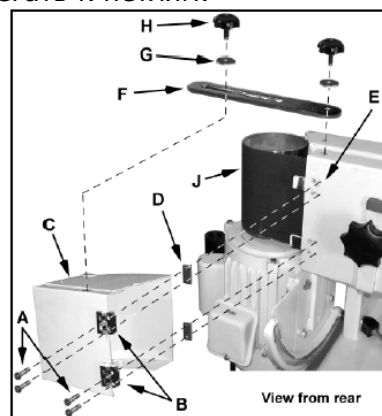

Рис. 5
Закрепите кожух вала (С) (Рис. 5) четырьмя винтами М4х20 (А). Две прямоугольные вставки (D) необходимо вмонтировать между петлями (В) и кожухом шлифовальной ленты (Е). Вставки с закруглёнными краями должны прилегать к петлям.